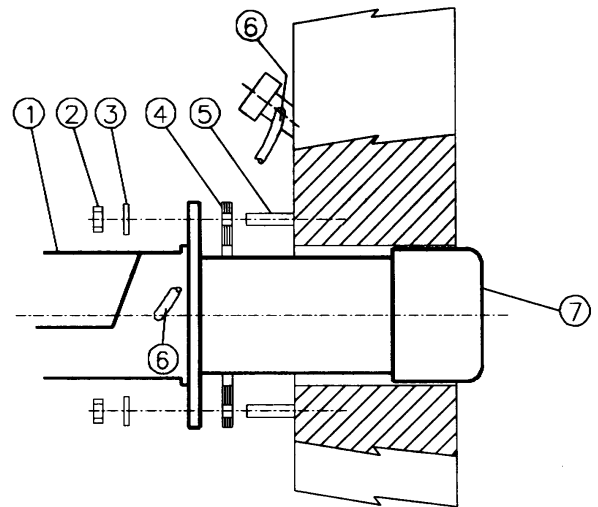

Fig. 16
- 4 fissarlo con i dadi ai prigionieri della caldaia secondo lo schema riportato in Fig. 16.